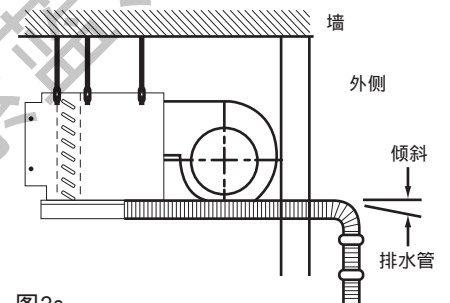

图2a
1. 将机组挂在一个坚固并且水平的屋顶等支撑物上。吊装表面不坚固将引起噪音、振动或者泄漏（见图2a）。带风管